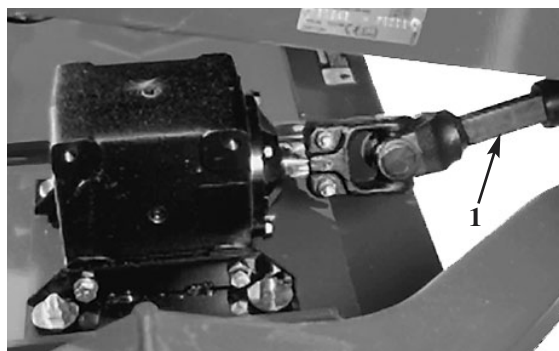

Fig. 14
2. Fare girare la lama fin quando le estremità saranno volte avanti e indietro. Misurare dall'interno dell'apparato di taglio fino al tagliente anteriore della lama (Fig. 14), e prendere nota di questa dimensione.